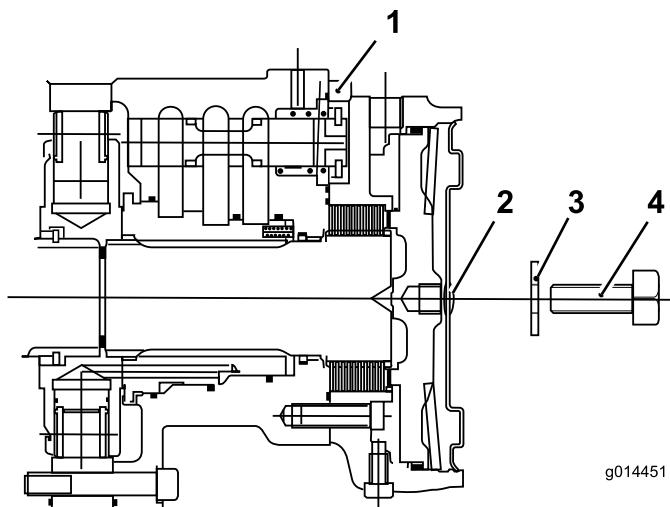

Figura 37
7. Coloque un perno de 12 mm x 40 mm y una arandela de 12 mm en el taladro en el centro de la placa del extremo del motor (Figura 37).
8. Apriete el perno en el taladro roscado del pistón del freno hasta que el freno quede liberado (Figura 37).